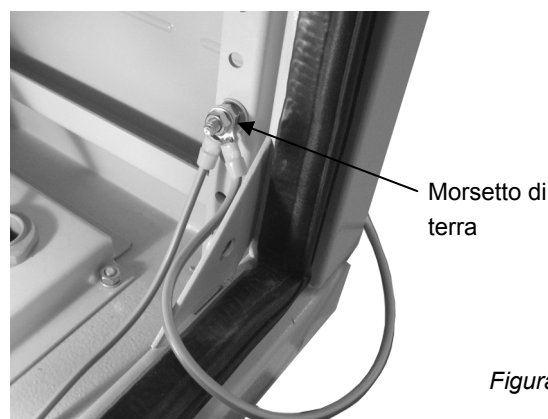

Figura 10
- Collegare i cavi di comunicazione MasterBus ai dispositivi di terminazione MasterBus, come indicato nella figura 10. Le porte di comunicazione MasterBus si trovano nella parte inferiore dei moduli Power (fig 2).
Prestare la dovuta attenzione per evitare di collegare i cavi di comunicazione MasterBus ai dispositivi di terminazione MasterBus o alle porte di comunicazione RS485 (figura 10)!